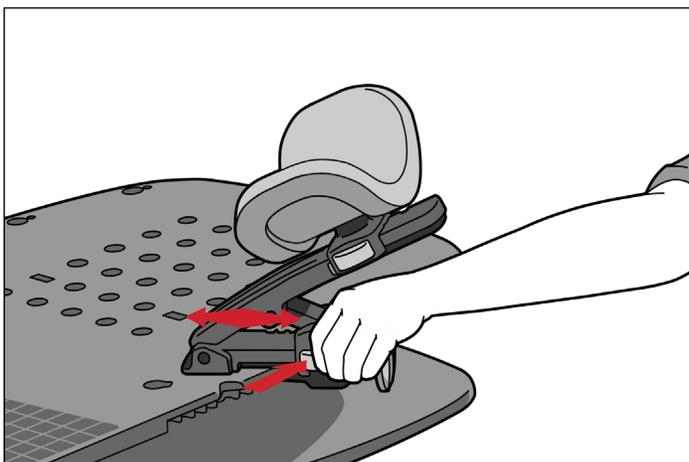

FIGURE 13
3. Pour régler la hauteur, appuyer sur le bouton situé sur la glissière de réglage de la hauteur, faire glisser le long du bras jusqu'à la position souhaitée, puis relâcher le bouton. (Figure 13)